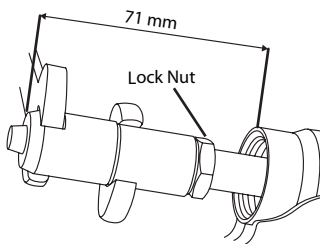

Fig. 04
3. Use jaw spanners SW 17 and SW 15 to unscrew or replace chuck jaws or chuck jaw seats. Remove old chuck jaw from chuck jaw seat and replace (Fig. 04).
4. Do not loosen or remove the lock nut! The distance of 75mm between the tip of the chuck jaw and the casing must be kept, as shown in Fig. 04. Damages due to noncompliance are excluded from the warranty.
3. Use las llaves para fauces SW 17 y SW 15 para desenroscar o cambiar los porta fauces o los soportes de porta fauces. Saque el porta fauces viejo del soporte y cámbielo (Fig. 04).
4. No afloje ni saque la rosca de bloqueo. Debe mantenerse la distancia de 75 mm entre la punta del porta fauces y el chasis, como se muestra en la Fig. 04. Los daños debidos al no cumplimiento quedan excluidos de la garantía.
3. Utilisez les clés plates SW 17 et SW 15 pour dévisser ou remplacer les mâchoires et leurs montures. Retirez les anciennes mâchoires des montures et remplacez-les (Fig. 04).
4. Ne desserrez pas et ne retirez pas le contre-écrou ! La distance de 75 mm entre l'extrémité des mâchoires et le boîtier doit être maintenue, comme indiqué sur la Fig. 04. Les dommages résultants d'un non respect de ces instructions ne sont pas couverts par la garantie.